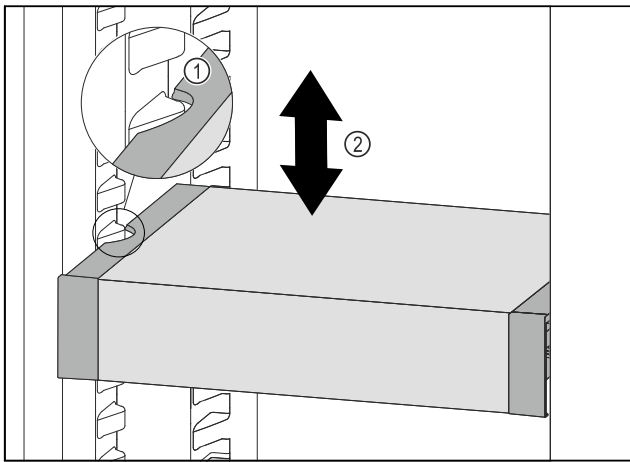

Fig. 92
- ▶ Tirer le VarioSafe vers l'avant jusqu'à ce que les encoches latérales du VarioSafe soient à la hauteur de la nervure du bac dans la partie réfrigérateur. Fig. 92 (1)
- ▶ Déplacer le VarioSafe vers le haut ou vers le bas dans la partie réfrigérateur jusqu'à ce que la hauteur souhaitée soit atteinte. Fig. 92 (2)